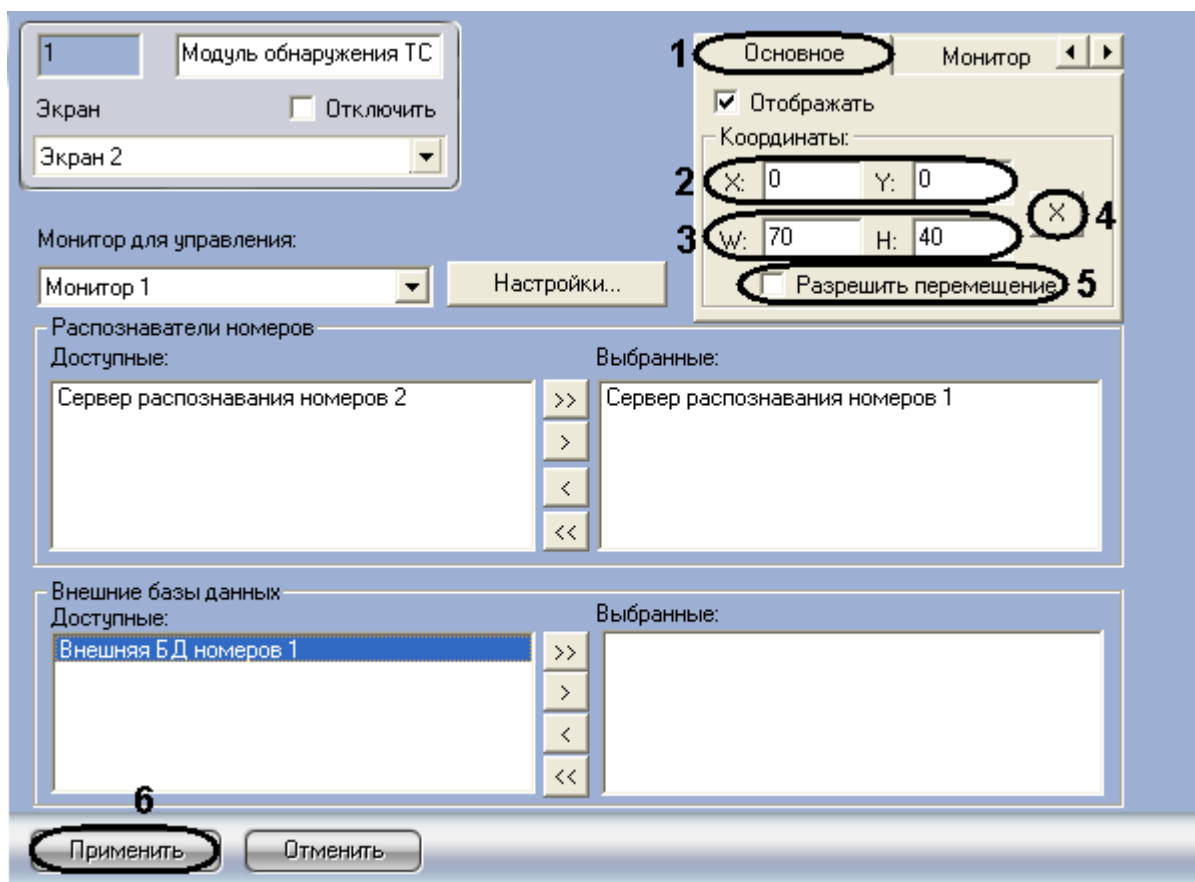

Рис. 7.9—2. Настройка размещения компонента «Оперативный монитор»
1. Перейти на панель настройки объекта «Модуль обнаружения ТС» (Рис. 7.9—2).
2. Перейти на вкладку «Основное» (см. Рис. 7.9—2, 1).
3. Задать координаты левого верхнего угла интерфейсного компонента «Оперативный монитор»: поля «X» (отступ по горизонтали от левой границы экрана компьютера) и «Y» (отступ по вертикали от верхней границы экрана компьютера) (см. Рис. 7.9—2, 2). Координаты выражаются в процентном соотношении относительно размеров экрана по горизонтали и вертикали соответственно.